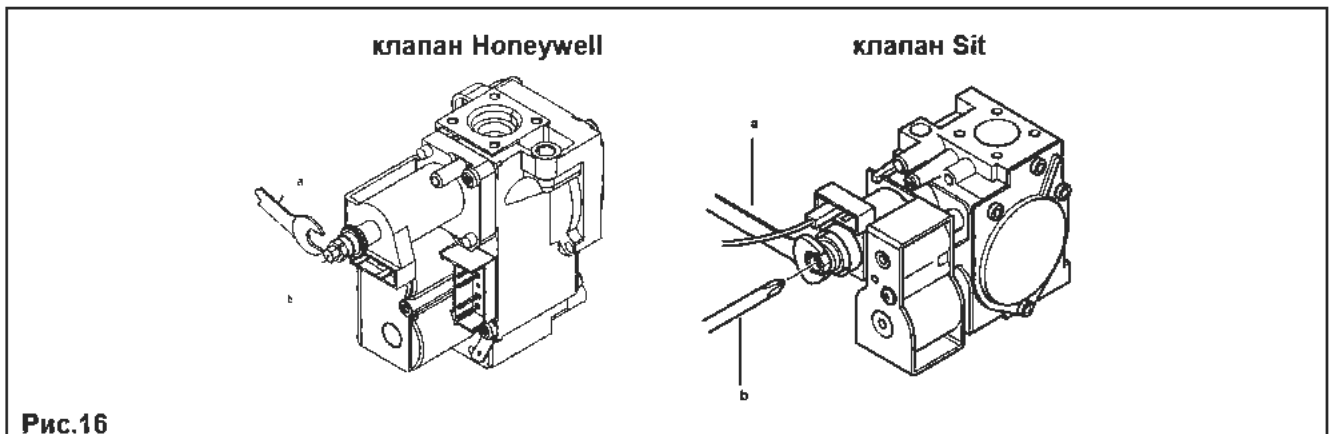

Рис.16
- Проверить давление газа на горелке согласно таблице 1 для соответствующей модели котла и соответствующего типа газа. При необходимости снять крышку модулятора и поворачивать латунный винт ключом а (ключ а, рис. 16) до достижения давления, указанного в таблице 1 для соответствующей модели котла и соответствующего типа газа.
- Отсоединить провод питания модулятора. Котел перейдет в режим минимальной мощности. Проверить давление газа на горелке согласно таблице 1 для соответствующей модели котла и соответствующего типа газа. При необходимости поворачивать винт (поз. b, рис. 16) до достижения давления, указанного в таблице 1 для соответствующей модели котла и соответствующего типа газа.